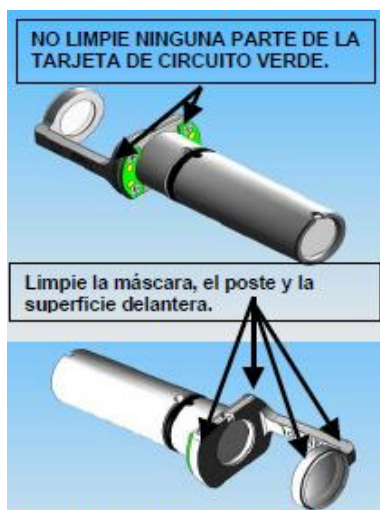

Figura 6.6: Limpieza del distanciador PL
2. Tenga cuidado de no frotar sobre la tarjeta de circuito impreso de color verde que hay en el distanciador (figura 6.6).